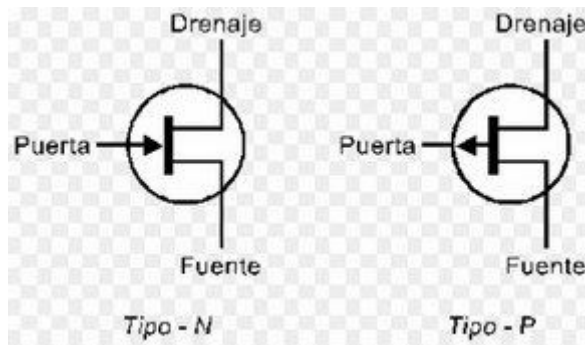

Figura 5.1 Símbolos para los MOSFET canal N y canal P.
El MOSFET controla el paso de la corriente entre una entrada o terminal llamada fuente (S) y una salida o terminal llamada drenaje (D), mediante la aplicación de una tensión (con un valor mínimo llamada tensión umbral) en el terminal llamado compuerta (G). Es un interruptor controlado por tensión. Al aplicar tensión conduce y cuando no hay tensión en la compuerta no conduce. En la Figura 5.1, se muestran los símbolos para los transistores de canal N y de canal P.